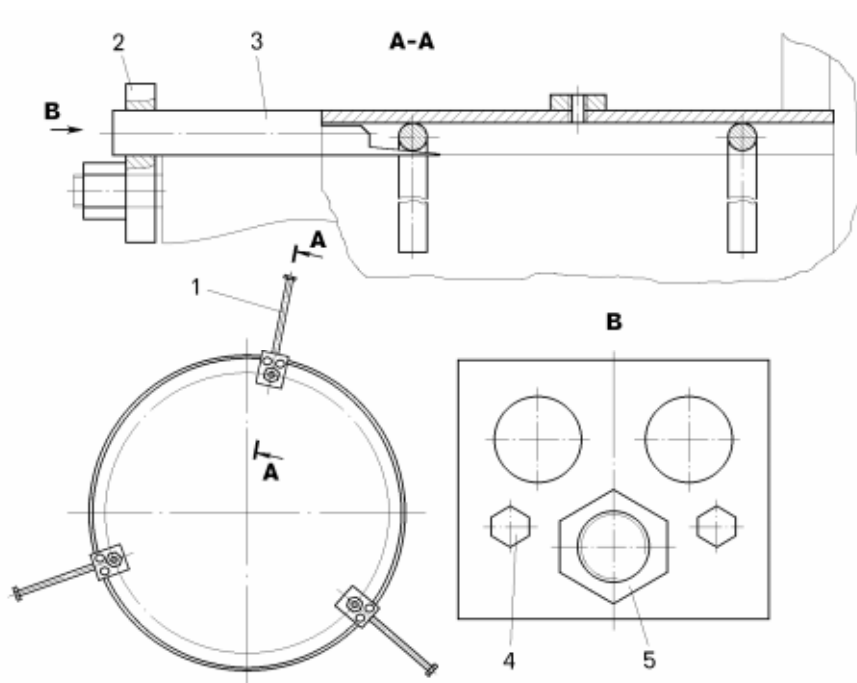

Рисунок 8.3.6 – Приспособление для центровки внутреннего колеса с шиной на ступице:
- установить на заднюю ступицу, установленную пазом вниз внутреннее колесо с удлинителем вентиля, распорное кольцо. Для центровки внутреннего колеса с шиной на ступице можно применять специальное приспособление (рисунок 8.3.6). Рекомендуется для обеспечения концентричного положения колеса относительно ступицы зафиксировать его подкладочными клиньями, установленными под шину;